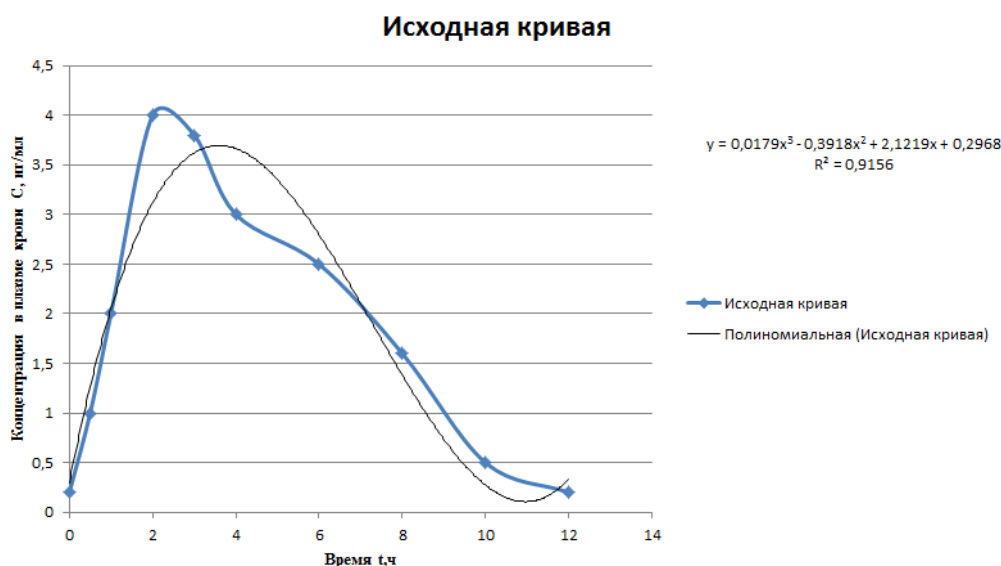

Рисунок 3 – Аппроксимация данных с большим разбросом значений методом наименьших квадратов
*Замечание.* Попробуем аппроксимировать данные полиномом третьего порядка методом наименьших квадратов. Очевидно, что в данном исследовании, когда необходимо чтобы график проходил строго по экспериментальным точкам, аппроксимация методом наименьших квадратов не подходит для анализа данных, например, видно, что максимум аппроксимирующей кривой расположен примерно на два часа позже предполагаемого (смотри рисунок 3).